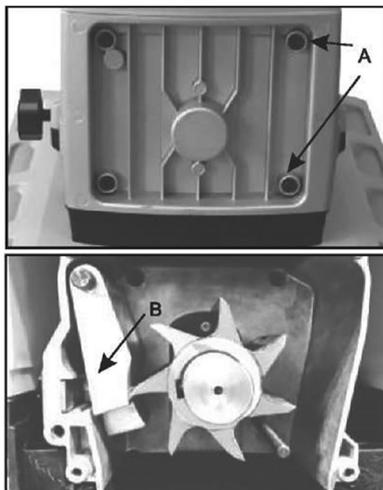

Рис. 7 Замена контрплиты
Для проведения осмотра состояния ножа или замены контроллиты необходимо отключить измельчитель от сети и открутить 4 винта А (Рис. 7) задней крышки.
2. Выньте контрплиту В (Рис. 7) и замените ее новой.